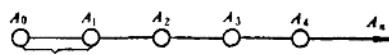

图1-5 空间格子的行列
(1) 结点：空间格子中的相当点，称为结点。在实际晶体中，结点的位置为同种质点（离子、原子或分子）所占据。就结点本身而言，它只代表一个几何点。
(2) 行列：结点在同一直线上的排列构成行列（图1-5）。行列上相邻两结点之间的距离称为结点间距（图 1-5 中之 a）。在同一行列上结点间距都是相等的。